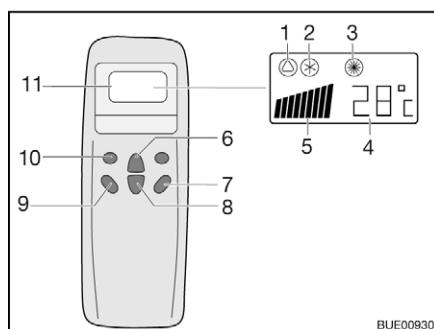
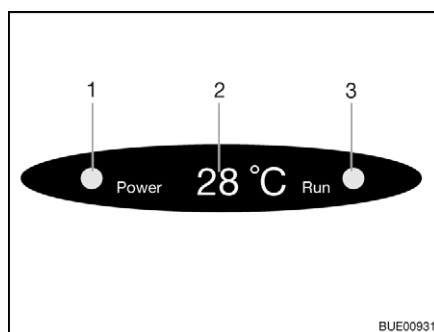

Fig. 200 Telecomando
Fig. 201 Display su diffusore
- Premere il tasto "ON/OFF" (Fig. 200,7).
- Premere il tasto "Mode" (Fig. 200,10) spesso, finché la modalità desiderata (Fig. 200,1, 2 o 3) viene visualizzata sul display. La spia di controllo relativa sul display sul diffusore (Fig. 201,3) si accende.
- Con i tasti di aumento della temperatura (Fig. 200,6) o di riduzione della temperatura (Fig. 200,8) regolare la temperatura desiderata.
- Con il tasto numero di giri ventola (Fig. 200,9) selezionare il livello desiderato per la ventola.